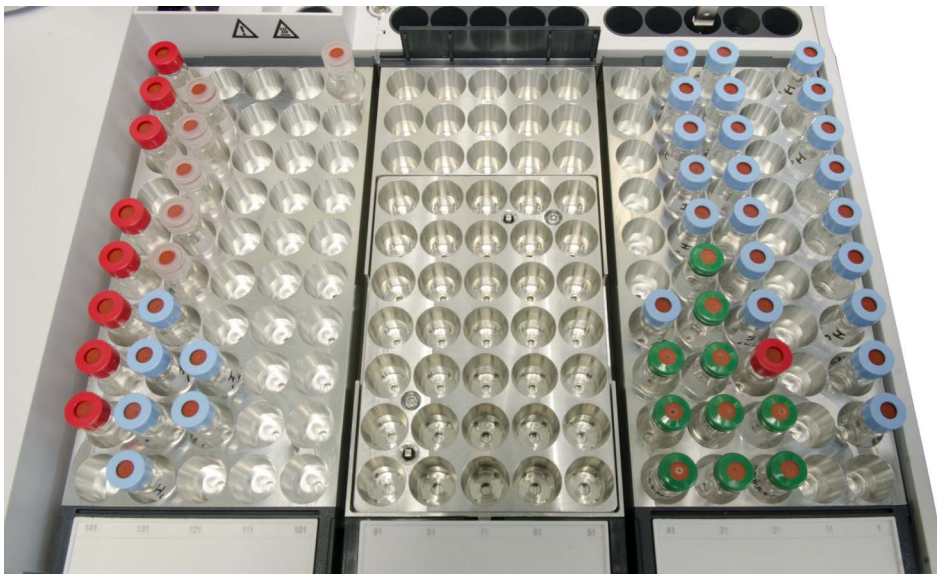

図 105 取り付けられた LC バイアルラック (中央)
- 1 LC バイアルラック フレームアセンブリを持ち、ラックの後ろの端を Workbench のトレイベースまで下げてスライドさせます (図 105)。LC バイアルラック フレームアセンブリの背面上のタブを、トレイの反対側の壁にあるスロットに滑り込ませてください。
- 2 LC バイアルラック フレームアセンブリの前部を下げて、トレイベース上に平らになるようにします。正しく取り付けると、ラックの正面の LED ライトが点灯します。バイアルラックラベルの番号が右から左に順番に並ぶように、LC ラックを取り付けます。必要に応じて、各 LC ラックに対して手順を繰り返します (図 105)。